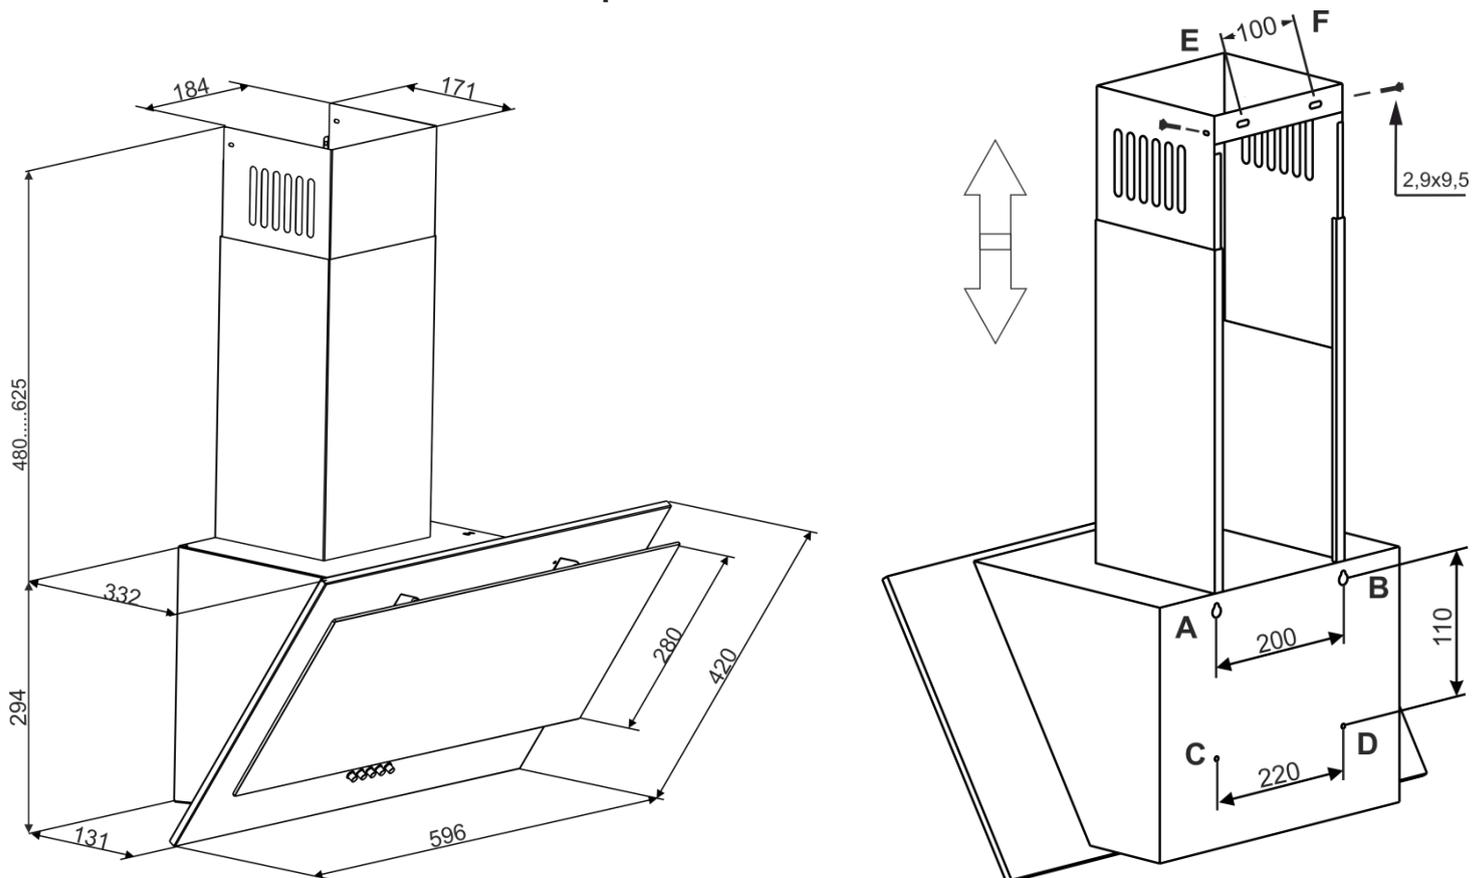

Рис.4
**схема монтажу);** приложите шаблон к стене на необходимой высоте, указанной ранее, и выровняйте по уровню (рис.4).
**6.10** Установите телескопический кожух дымохода на корпусе вытяжки. Поднимите верхнюю панель кожуха с планкой под потолок, чтобы он закрывал воздуховод вентиляции, и разметьте по пазам планки 2 отверстия под крепление (точки **Е, F**) рис.4.
**6.13** Установите внешнюю панель кожуха дымохода в пазы на корпусе вытяжки, а внутреннюю – поднимите вверх до совмещения отверстий крепления с планкой и соедините с боков 2-ма шурупами ПКГ 2,9x9,5 (рис.4).